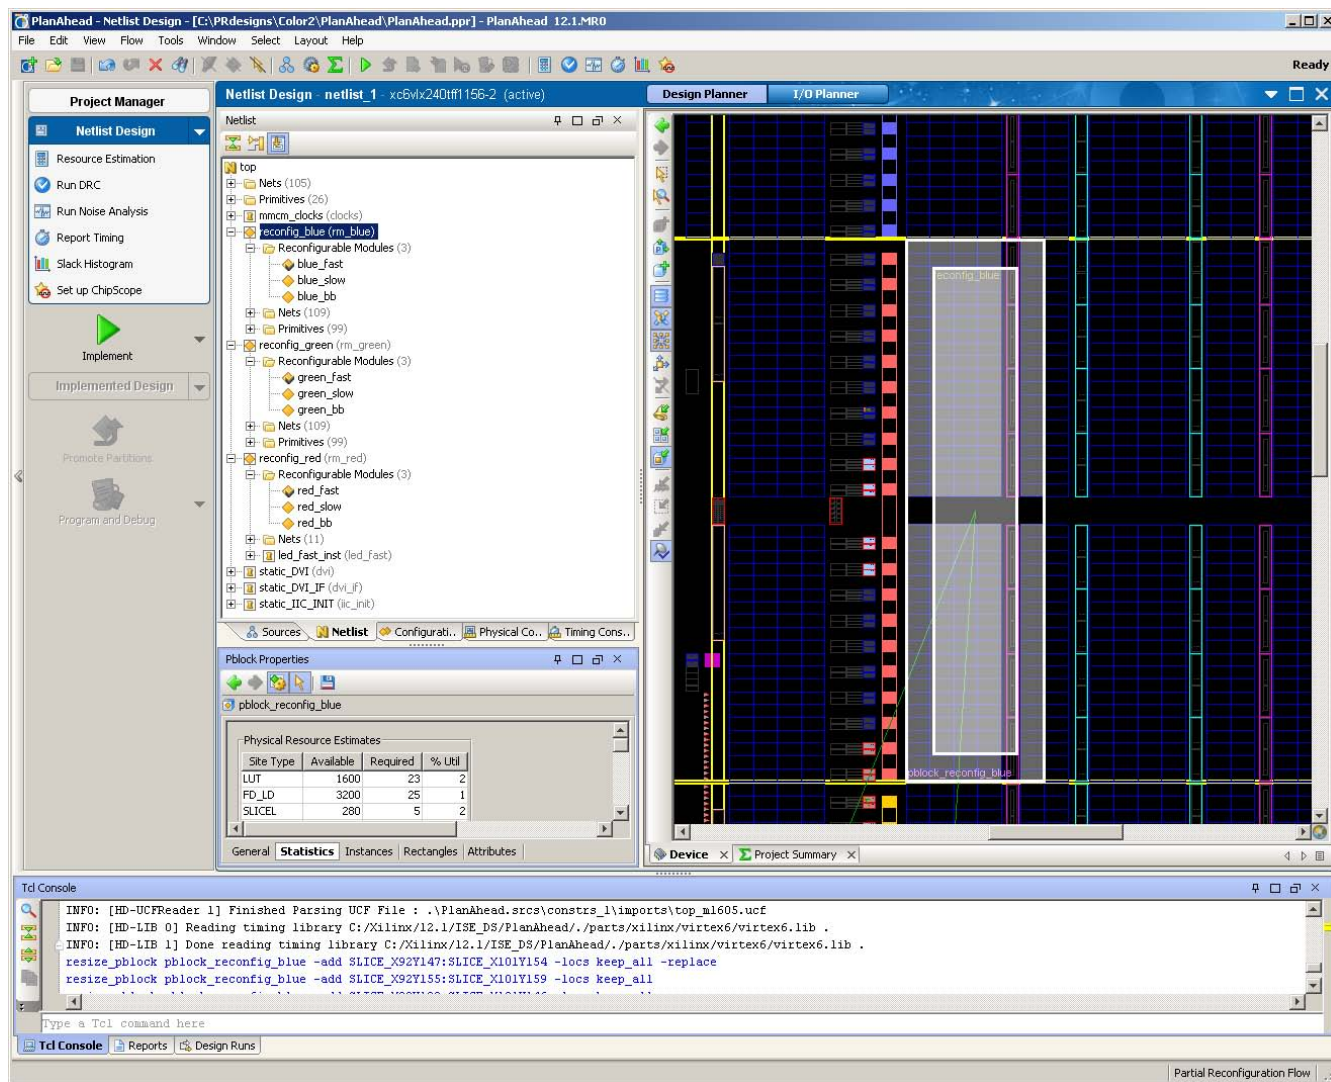

図 4-14 : リコンフィギュラブル パーティションの Pblock の描画
1. 図 4-14 に示すように、[Physical Hierarchy] ビューで定義する Pblock を選択して、このコマンドを実行できるようにします。